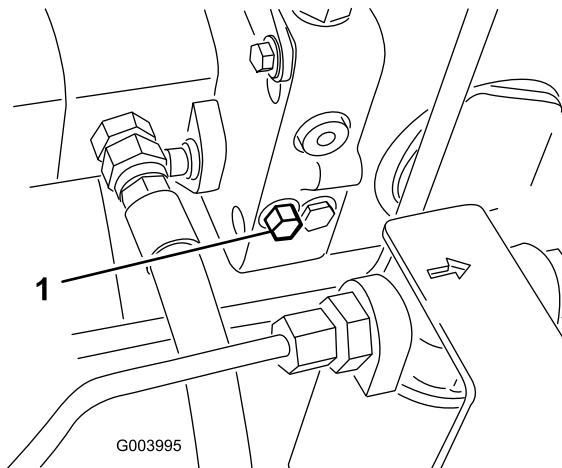

图39
1. 旁通阀位于静液压泵的左侧（图39）。将螺栓旋转 1-1/2 圈，打开旁通阀并允许油在内部分流。